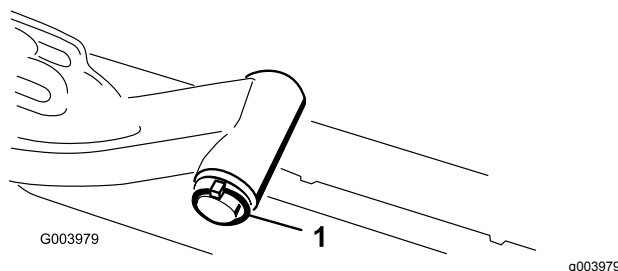

**Figure 11**
8. Pour les plateaux de coupe avant, poussez un plateau de coupe sous le bras de relevage tout en insérant l'arbre du bâti porteur dans la chape de pivot du bras de relevage (Figure 11).
- B. Insérez la chape du bras de relevage sur l'arbre du bâti porteur (Figure 11).